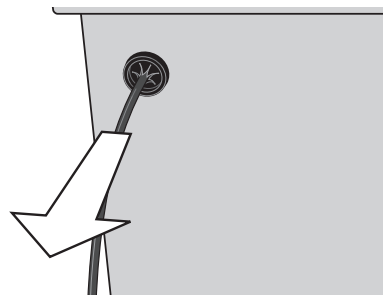

Figura 6
4. Cuando pase los cables hacia la caja, asegúrese siempre de entrar a la misma desde la parte de atrás. Después que el cabezal del cable esté en su sitio, retroceda de 2 a 3 pulg. para asegurarse de que los sellos de estrella de estanqueidad queden hacia el exterior de la caja (figura 6). **Nunca empuje el cable desde el interior de la caja de modo que las puntas del enchufe de acoplamiento queden expuestas a la intemperie.**